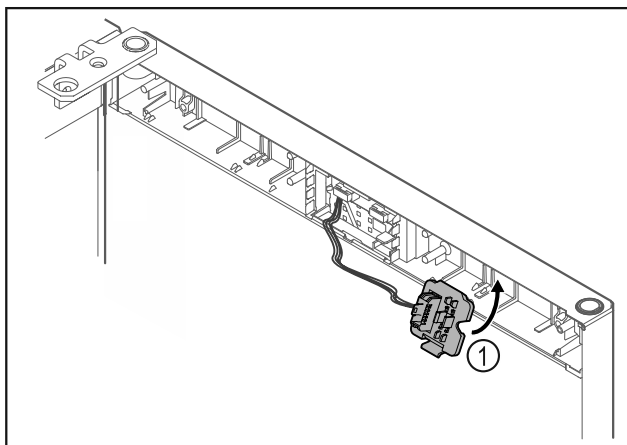

Fig. 23
- ▶ Klik stikholderen Fig. 23 (1) i på den modsatte side.